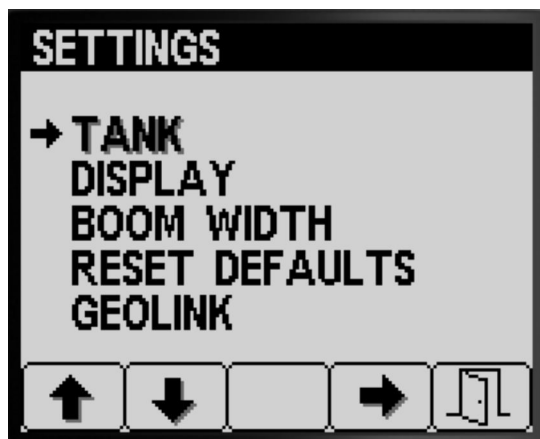

Figura 11
1. Apăsați butonul 1 sau 2 pentru a naviga la opțiunea TANK (rezervor) (Figura 11).
2. Apăsați butonul 4 pentru a selecta submeniul TANK (rezervor) (Figura 11).